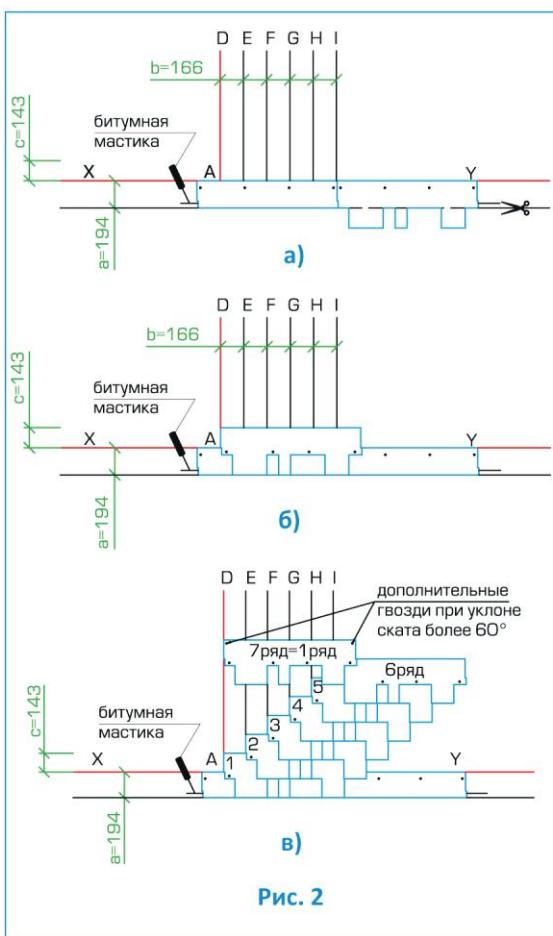

Рис. 2
### Укладка материала (рис. 2)
- Начальный ряд формируется из листов черепицы ФУТУРО с обрезанными лепестками. Полученные таким образом полосы шириной 19,4 см укладываются по линии карниза в обе стороны от линии I (рис. 2а) и фиксируются по нижнему краю битумной мастикой, а по верхней кромке 4 гвоздями (ось гвоздей на 5 см ниже верхнего края полосы);
- далее первый ряд черепицы укладывается от линии AD (рис. 2б);
- второй ряд укладывается от линии E (со смещением 16,6 см от AD) (рис. 2в);
Каждый лист гибкой черепицы ФУТУРО крепится 4 гвоздями таким образом, чтобы гвоздь прошивал и верхний край низлежащего листа черепицы (рис. 2в).